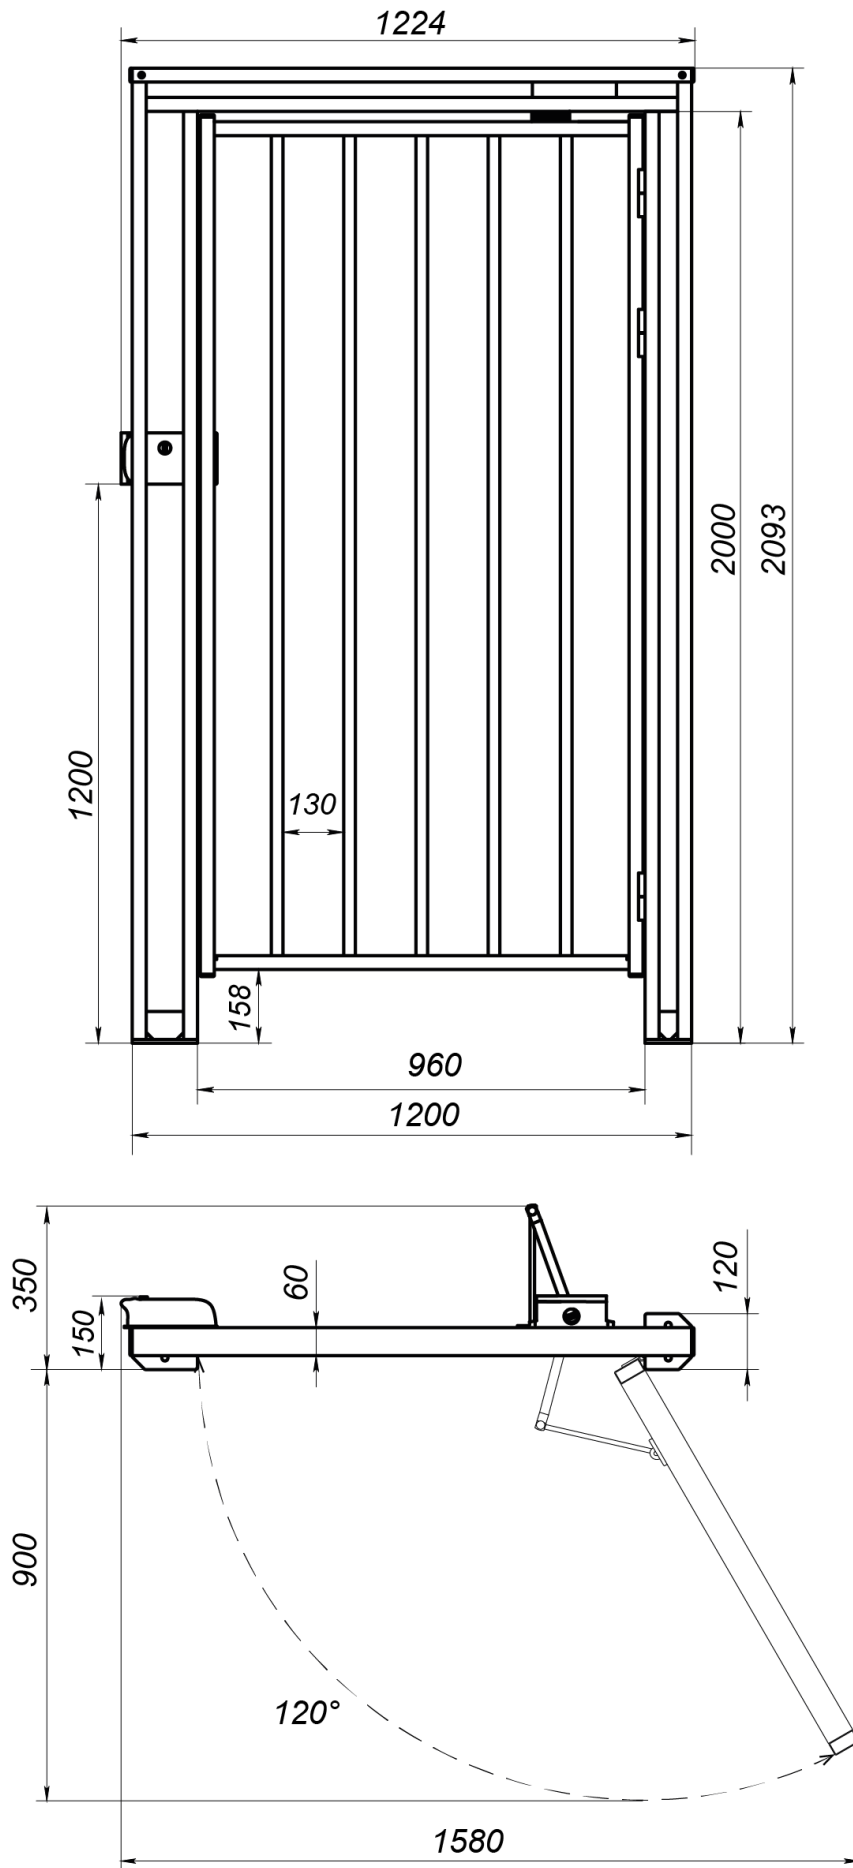
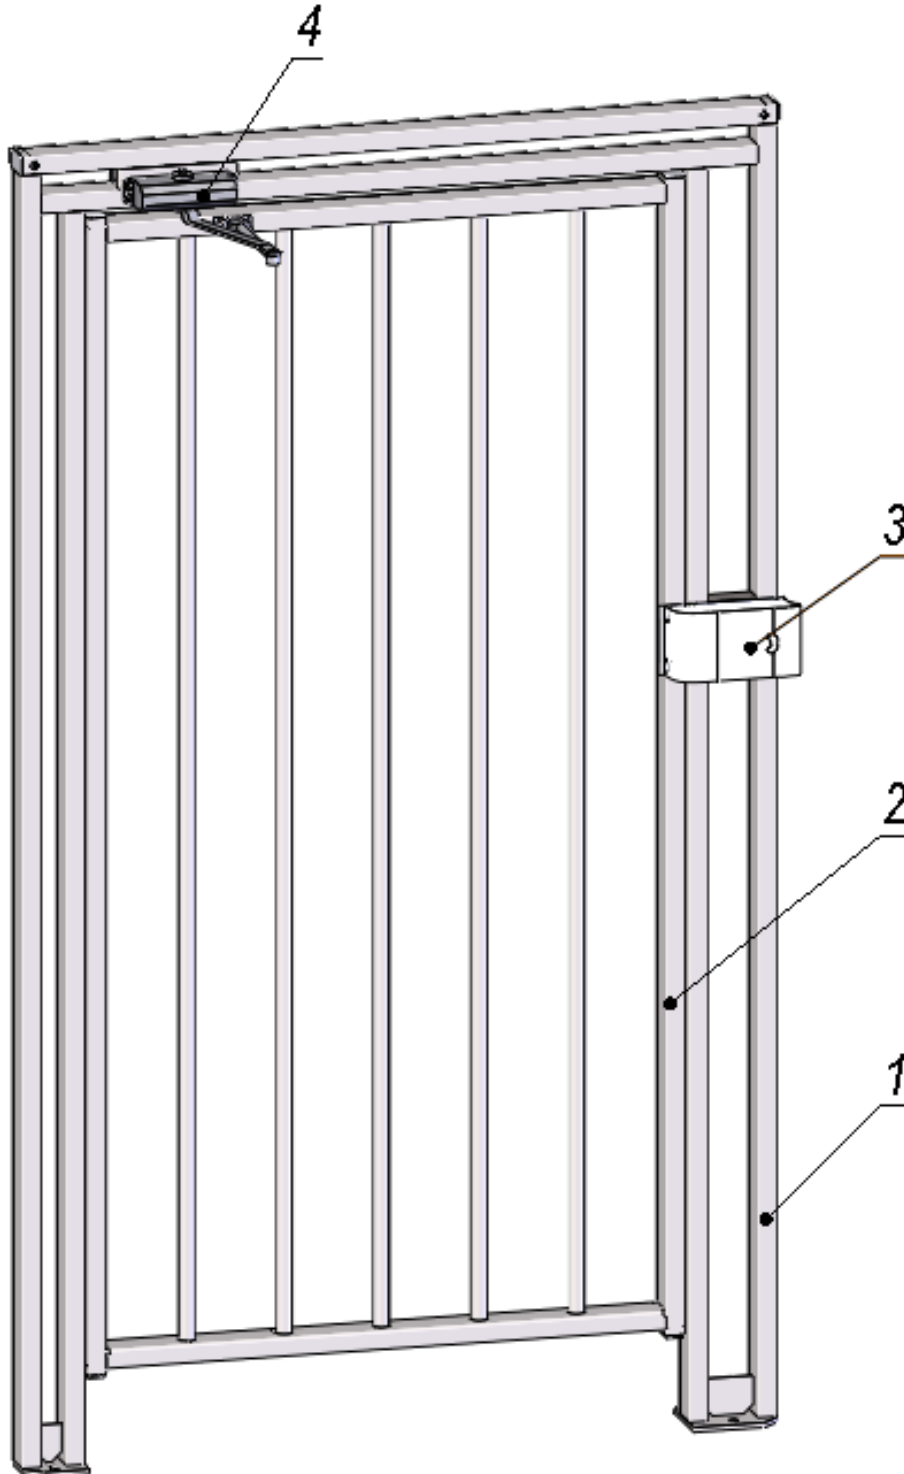

Рисунок 1. Габаритные и промежуточные размеры
Рисунок 2. Общий вид калитки
¹ Габаритные размеры изделия представлены также на рис. 1
Устройство калитки показано на рис. 2. Габаритные размеры калитки указаны на рис. 1. Номера позиций в тексте руководства даны в соответствии с рис. 2, если не указано иначе. Калитка состоит из: рамы (1), створки (2), замка электромеханического (3), доводчика (4).